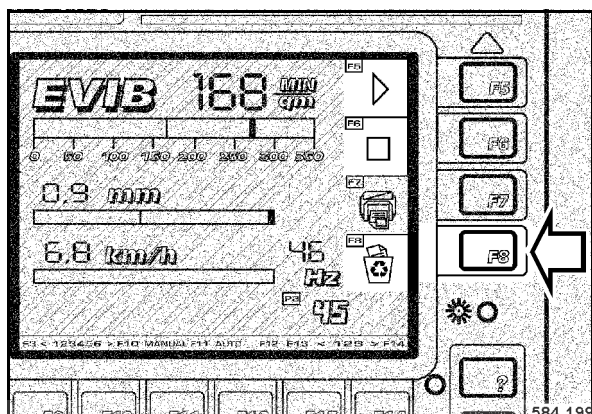

fig. 98
- Si d'autres copies de la présente piste non sont pas nécessaires, appuyer sur la touche F8 "EFFACER" (fig. 98) après l'allumage de la zone de contrôle F6 "TERMINE".